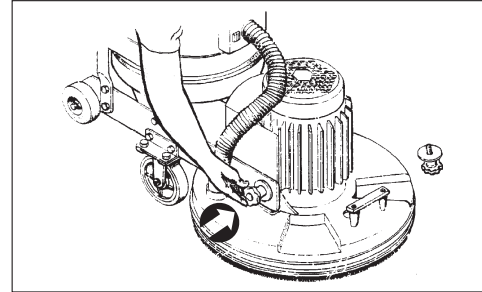

Figura 6
3. Acople la unidad de lijado al bastidor del camión ajustando las dos perillas manuales a través del bastidor del camión con la unidad de lijado. (Consulte la Figura 6). La excéntrica del bastidor del camión se debe usar para la alineación adecuada entre el bastidor del camión y la unidad de lijado. Empalme las marcas de los espaciadores y el bastidor; una a la derecha y dos a la izquierda.